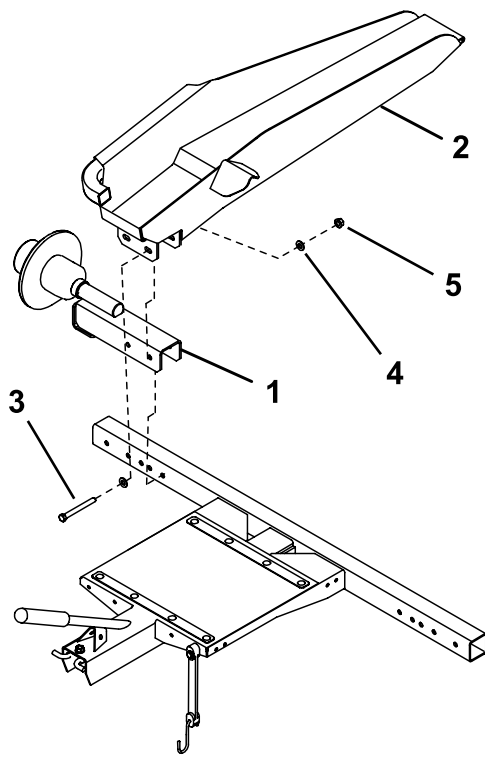
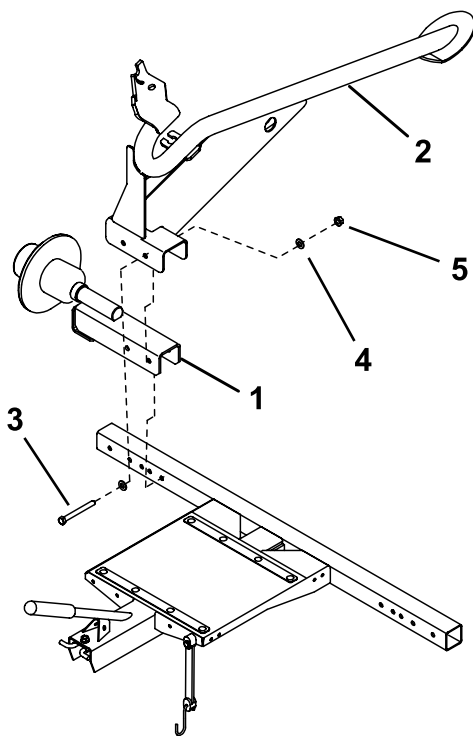

図 3
図 4
2. フレームの各端部に、アクスルアセンブリとランプアセンブリ 図 3 またはレールアセンブリ 図 4 を取り付けるボルト $\frac{3}{8}$ x 3" 2本、ワッシャ 4 枚、ナット 2 個を使用する。